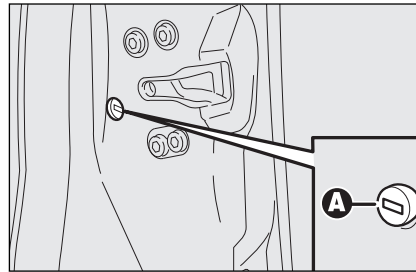

fig. 92
- steek de metalen baard van de elektronische sleutel in het slot **A-fig. 92**;
- haal de sleutel uit het slot **A-fig. 92** en plaats daarna de beschermplug op het portier.